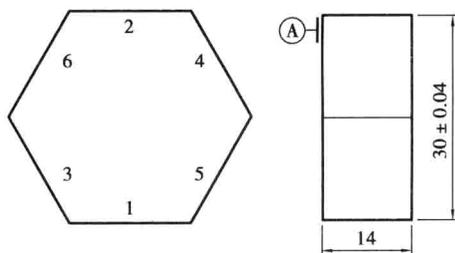

图 1.9 正六方体
⑤面5、面6的加工和测量方法与面3、面4的相同,采用角度样板测量角度 $120^\circ \pm 2'$ 和游标卡尺测量控制平行度及测量尺寸 30 ± 0.04 mm,最终形成如图 1.9 所示的正六方体。